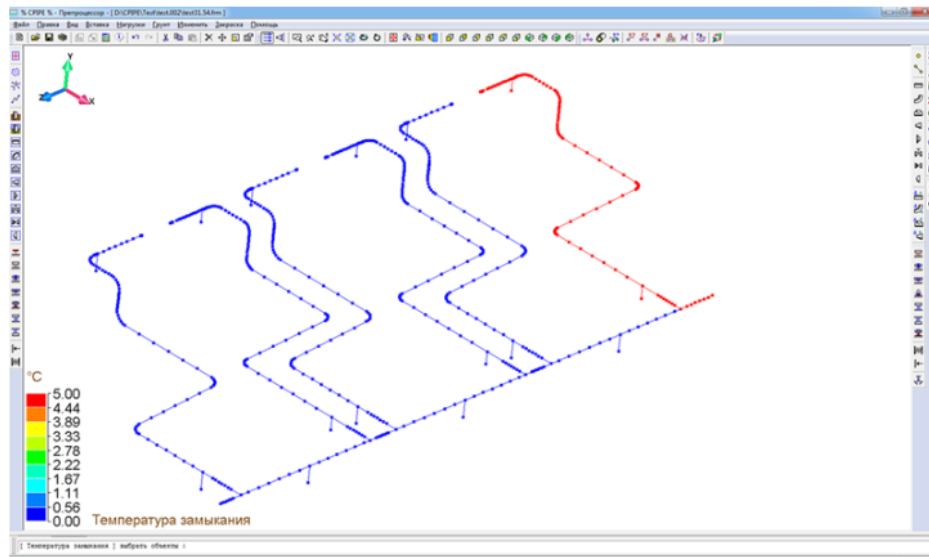

Рис. 5.6.25. Распределение температуры замыкания в трубопроводной системе
1. Выполните пункт меню "Нагрузки\Температура замыкания" ("Loads\Closure Temperature"). В результате в графическом окне препроцессора должна появиться модель конструкции, раскрашенная по значениям температуры замыкания в трубопроводных элементах (рис. 5.6.25.).